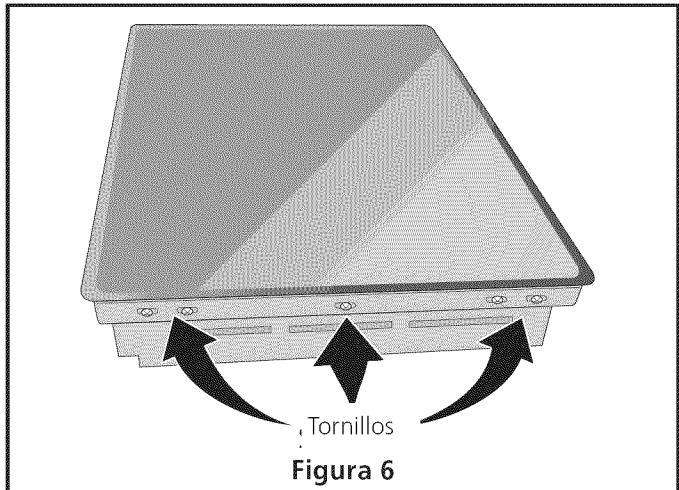

**Figura 5- CAJA DE EMPALMES DE 4 ALAMBRES PUESTA A TIERRA**
Este electrodoméstico está fabricado con un suministro eléctrico neutro blanco y un alambre de cobre conectado al armazón. El armazón esta puesto a tierra por un enlace de la conexión a tierra con la conexión del neutro al final de la línea eléctrica, si es usado en los estados unidos una nueva instalación de circuito de bifurcación (1996 NEC), casa rodante, vehículos recreacionales, o donde los códigos locales no permitan poner a tierra mediante el neutro (blanco) o en Canadá, desconectar la conexión blanca de la verde y utilizar la conexión a tierra para poner a tierra la unidad de acuerdo a los códigos locales, conectar el neutro al circuito de bifurcación-conductor neutro de manera usual. Ver Figura 5. Si su electrodoméstico va a ser conectado a una caja de conexión puesta a tierra de 3 cables (en los estados unidos solamente), donde los códigos locales permitan conectar el conductor de poner a tierra-electrodoméstico con el neutro (blanco) ver Figura 4.
**Si el aparato se usa en una instalación de circuito de ramal nuevo (1996 NEC), en una casa rodante, en un vehículo para recreación o si los códigos locales NO permiten la conexión a tierra a través del cable neutral (blanco), el armazón del electrodoméstico NO TIENE QUE estar conectado al alambre neutro del sistema eléctrico de 4 alambres. (ver figura 5):**
3. En el caja de juntas: conectar el aparato y los cables residenciales como se muestra en la figura 5.